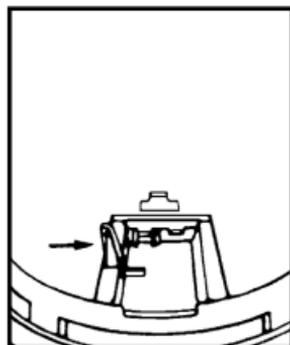
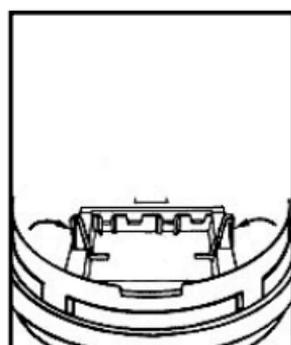

FIGURA 7
FIGURA 7A
5. Cuando coloque la batería, presione la pestaña indicadora de batería hacia abajo dentro del compartimiento e instale la batería (consulte la Figura 7 y la Figura 7A para la alarma i9080).